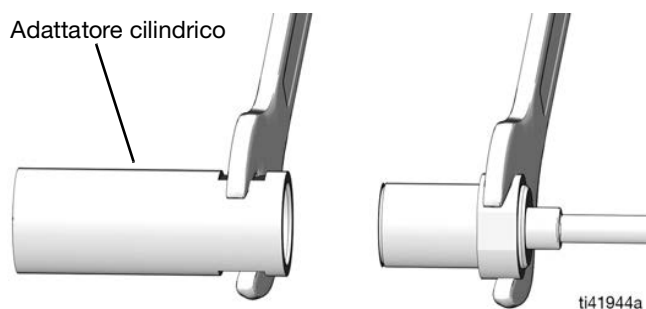

FIG. 4: Valvola CSP serie A
Quando si utilizza l'adattatore cilindrico (FIG. 4):
2. Avvitare l'interruttore di prossimità sull'adattatore e serrare a una coppia compresa fra 2,5 e 3 N•m (22 e 26 in-lb) (FIG. 4).